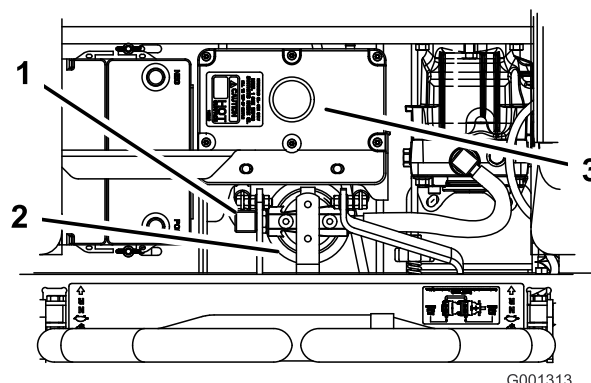

Figura 97
4. Rimuovete il tubo idraulico destro che entra nell'adattatore (Figura 97).
6. Montate il tubo idraulico destro nell'adattatore (Figura 97).
7. Spalmate un velo sulla guarnizione di gomma sul nuovo filtro (Figura 97).
9. Riempite il serbatoio idraulico con il fluido idraulico fino a quando il fluido non fuoriesce da filtro e poi girate il filtro del fluido in senso orario fino a quando la guarnizione in gomma non viene a contatto con l'adattatore del filtro, poi serrate il filtro di un altro ½ giro (Figura 97).